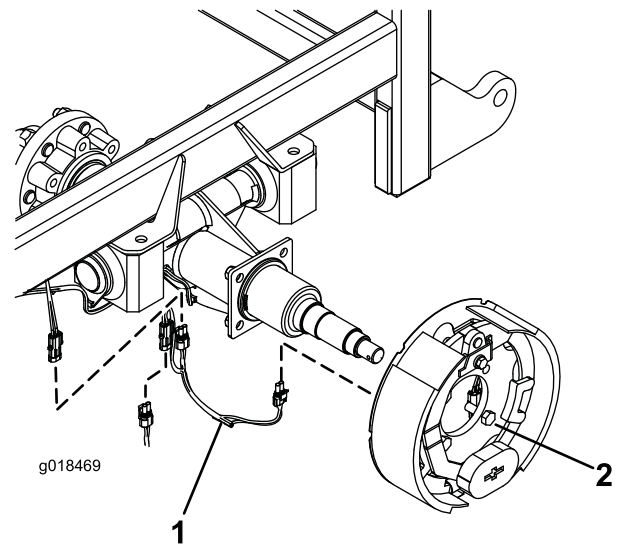

図 1
注 取り付けボルトは、頭部がブレーキアセンブリ側にくるように（図 1）、ナットがアクスルフランジに向くように挿入する。
13. 新しいジャンパハーネス (図 1) を以下のように接続する：